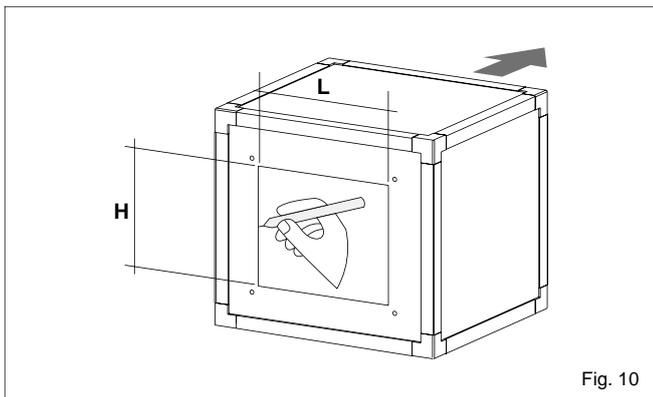

Fig. 10
1) Riportare il perimetro interno del giunto anti-vibrante (fig. 10) in posizione centrale con le dimensioni di tab. 5. Per segnare i fori corrispondenti alle viti di fissaggio, potete aiutarvi appoggiando il giunto anti-vibrante al pannello.
1) Mark the inside edge of the vibration-damping coupling (Fig. 10) in the middle of the panel with the dimensions given in table 5. You can mark the holes for the fastening screws by holding the vibration-damping coupling against the panel.